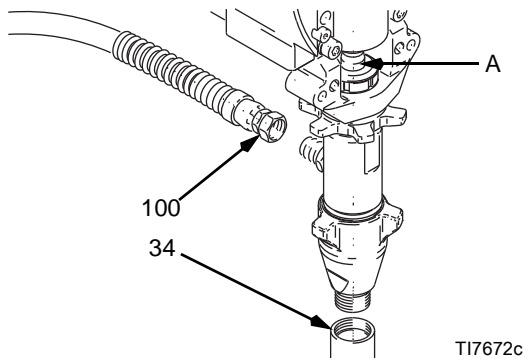

FIG. 15
3. FIG. 15. A szivattyú dugattyúrúdját (A) állítsa a legalacsonyabb állapotba.
4. FIG. 15. Távolítsa el a szívócsövet (34) és a tömlőt (100).